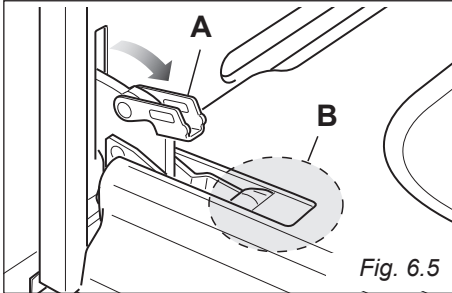
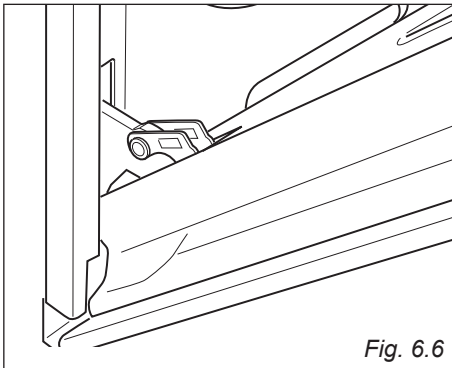

Fig. 6.5
Fig. 6.6
- Aprire completamente la leva "A" delle cerniere destra e sinistra (fig. 6.5).
- Socchiudere dolcemente la porta (fig. 6.6) fino a quando le leve "A" delle cerniere destra e sinistra si agganciano alla parte "B" della porta (fig. 6.5).